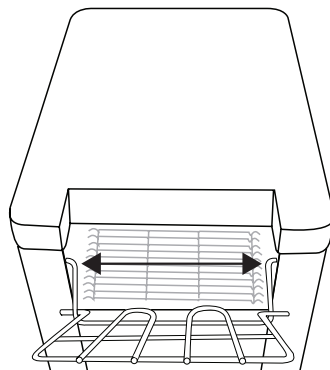

Fig. 1
2. Posizionare i piedi sulla parte esterna dell'apparecchio [Fig. 1].